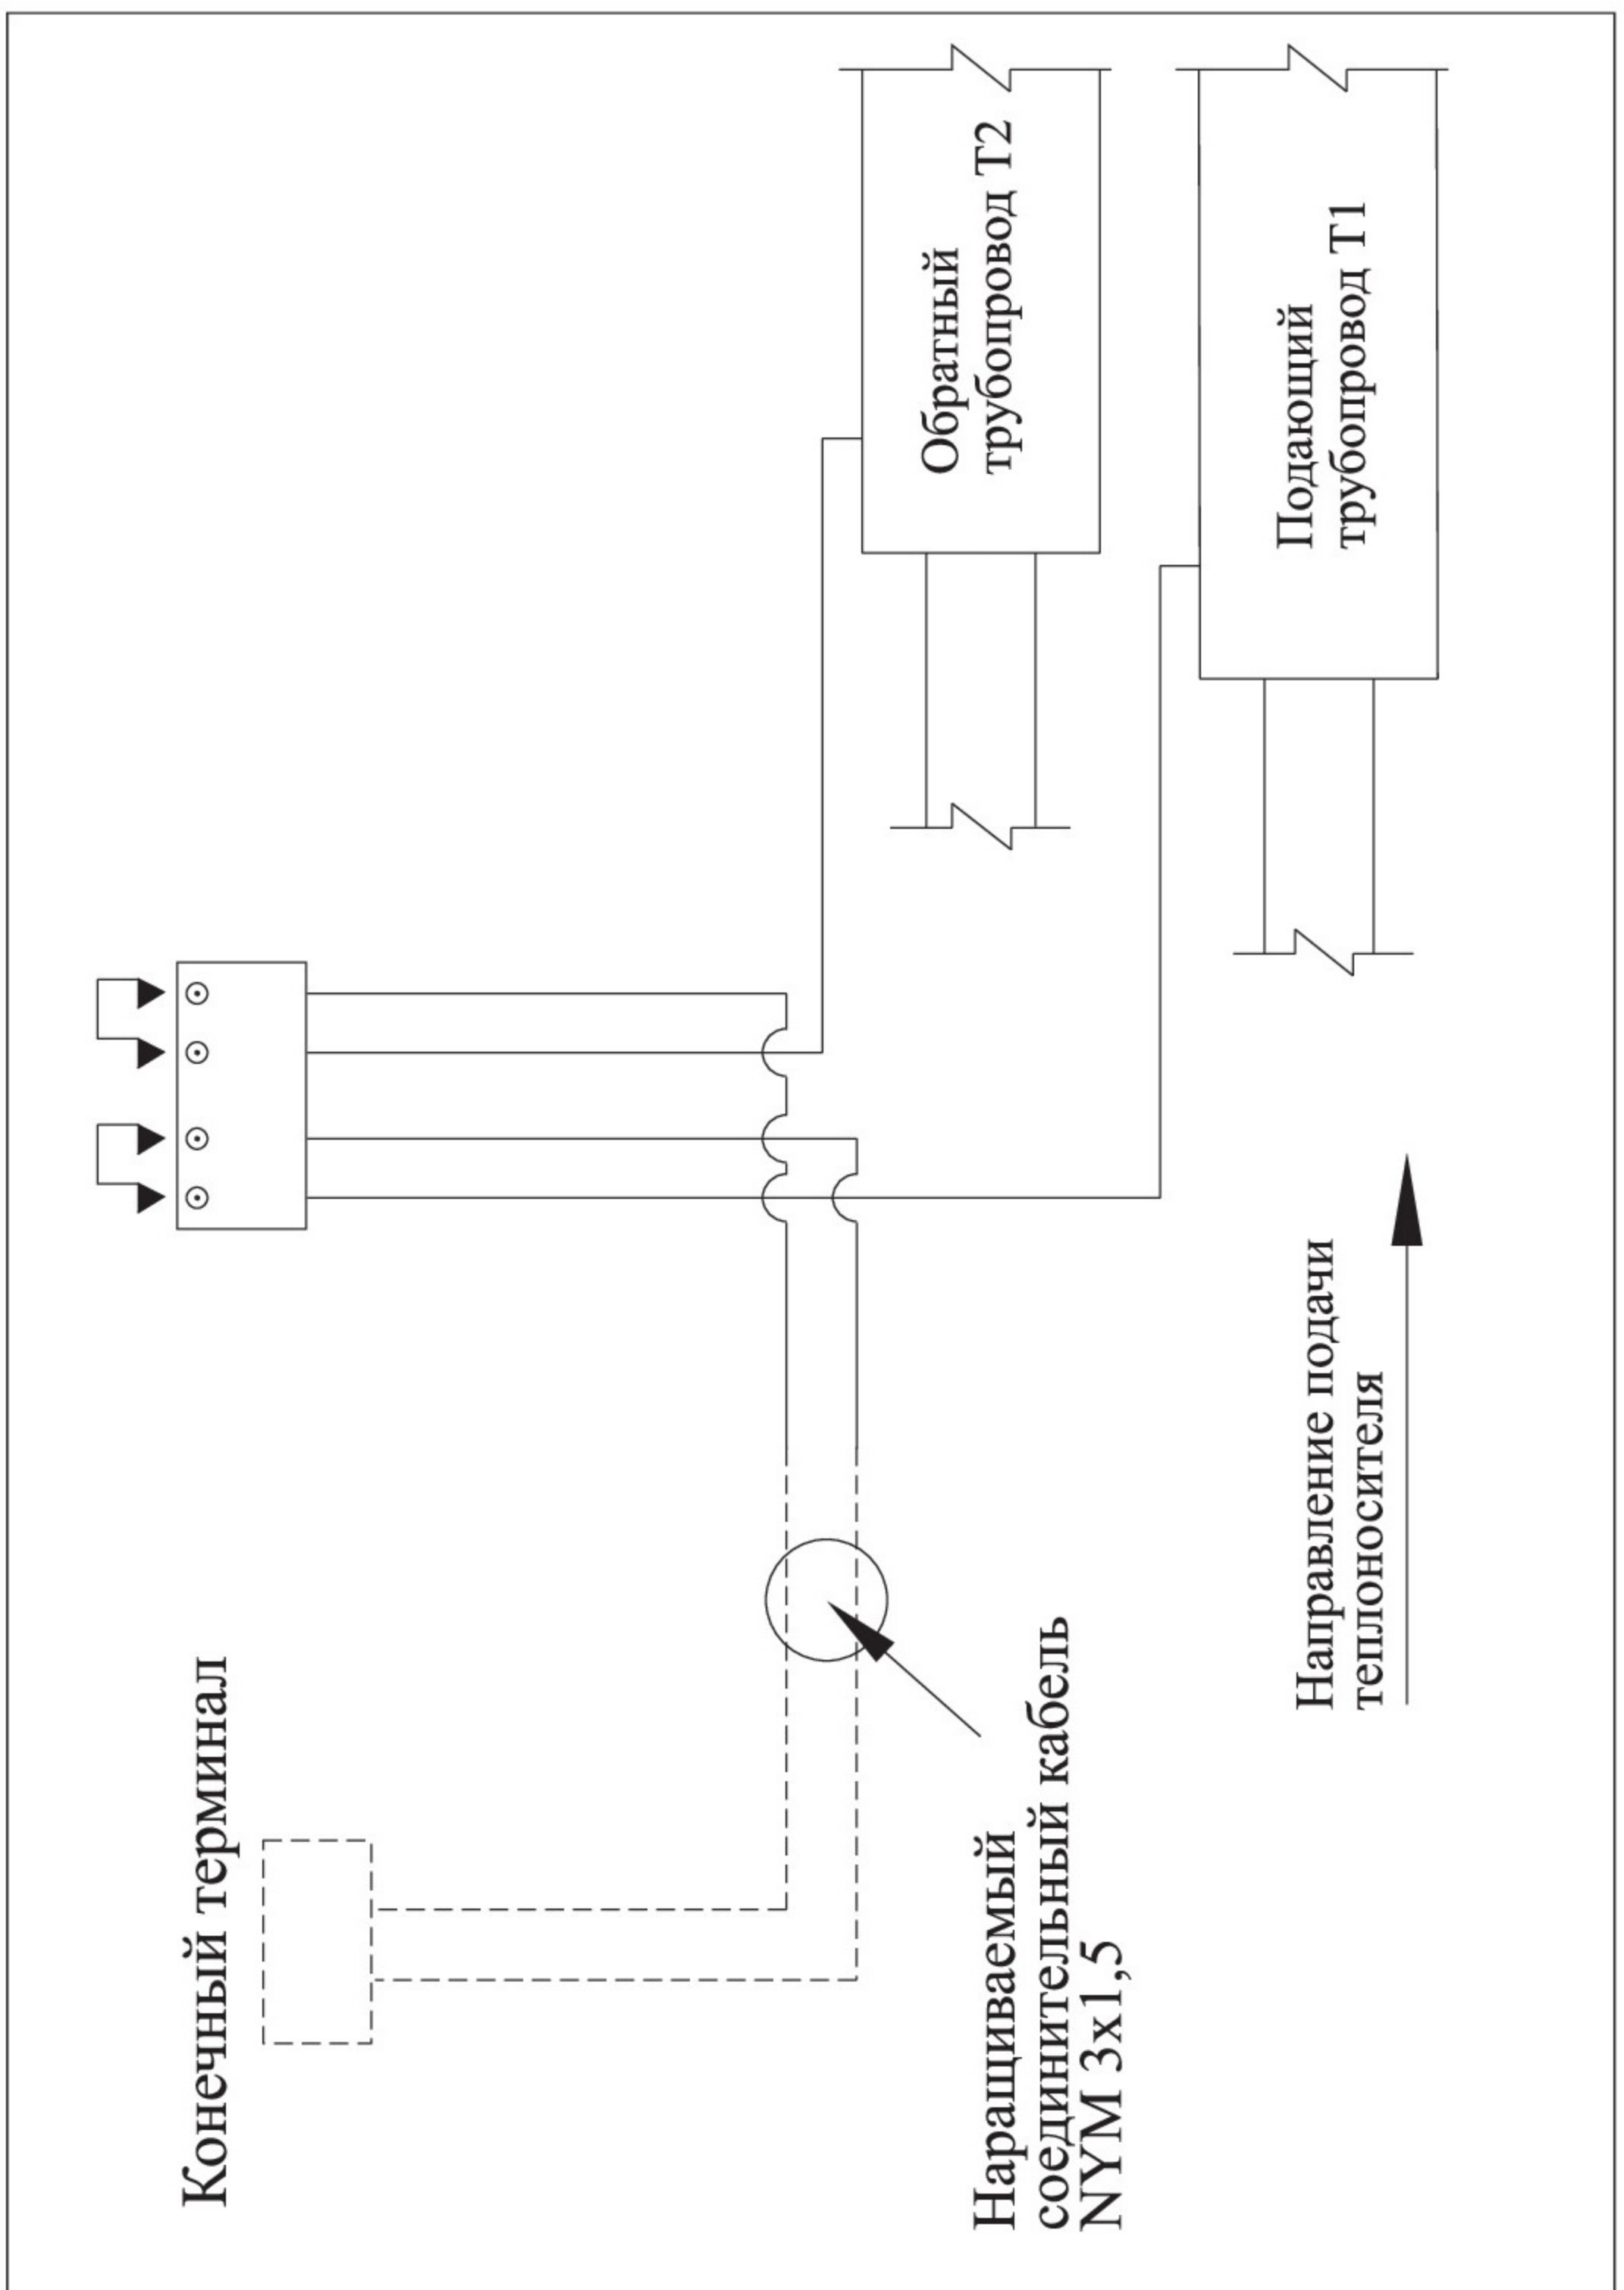

Рис. 3 Подсоединение/наращивание кабеля к двухтрубной системе ОДК
- 2.2. Подсоединение/наращивание кабеля к двухтрубной системе ОДК - **Рис. 3, 8.**